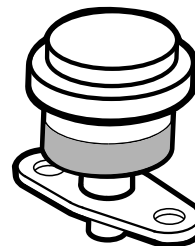

Bild 34
Warten Sie den Hauptluftfilter nur, wenn die Wartungsanzeige dies anzeigt (Bild 34). Das frühzeitige Auswechseln des Luftfilters erhöht nur die Gefahr, dass Schmutz in den Motor gelangt, wenn Sie den Filter entfernen.
1. Überprüfen Sie die Verstopfungsanzeige des Filters. Wenn die Anzeige rot ist, ersetzen Sie den Luftfilter (Bild 34).